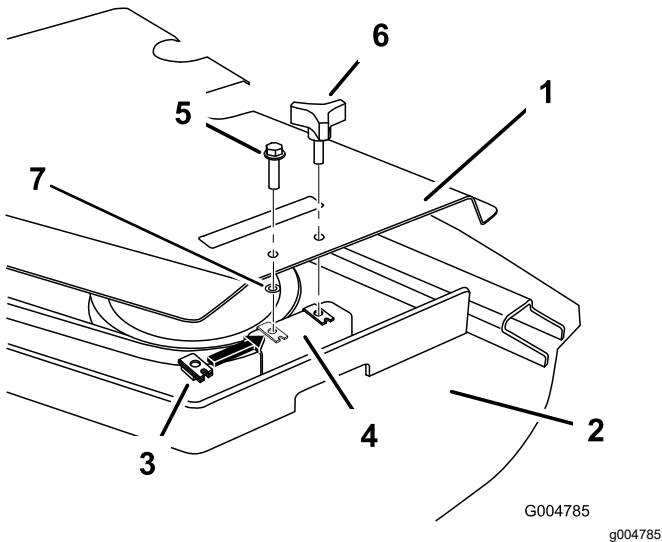

Figura 8
3. Installate un dado di fissaggio sul foro anteriore della staffa del del piatto di taglio (Figura 8).
4. Installate il copricinghia con il bullone (5/16" x 1¼") e il dado in gabbia (5/16"), come illustrato nella Figura 8.